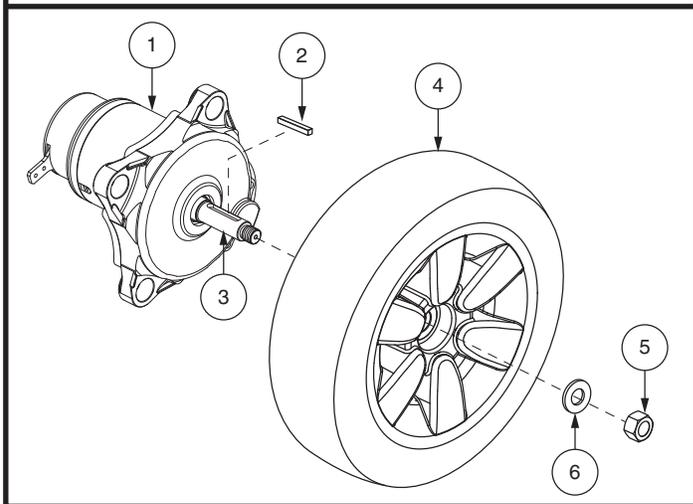

Figura 18. Rimozione della ruota motrice
6. Rimuovere il dado della ruota motrice e la rondella dall'asse. **Vedere figura 18.**
7. Rimuovere la ruota motrice dall'asse. Assicurarsi di mantenere la chiave. **Vedere figura 18.**
12. Reinstallare il dado della ruota motrice sull'asse e stringere. **Vedere figura 18.**